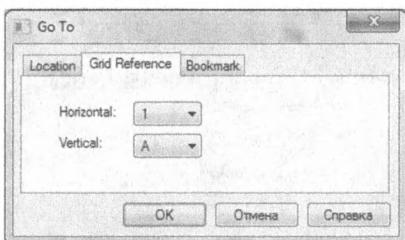

Рис. 1.38. Переход по ссылке на сетку
3. Введите горизонтальную и вертикальную информацию, соответствующую ссылке на сетку, затем нажмите OK (рис. 1.38).